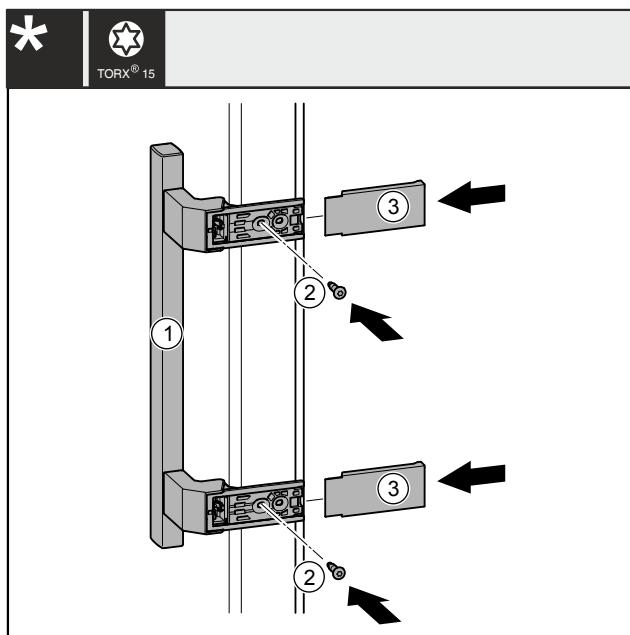

Fig. 41
- Встановіть ручку Fig. 41 (1) з протилежного боку.
- За допомогою викрутки закрутіть гвинти Fig. 41 (2).
- Встановіть кришки Fig. 41 (3) збоку та насуньте їх так, щоб вони зафіксувались.